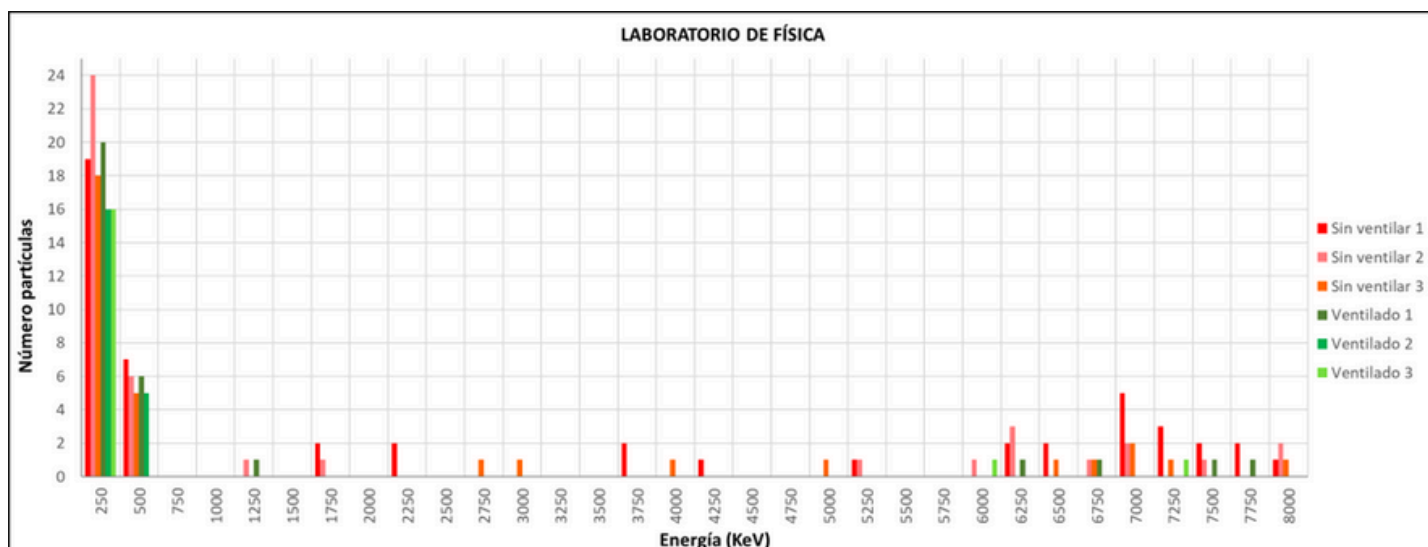

Figura 6. Gráfica del número de partículas alfa detectadas con cada valor de energía en el laboratorio de física
1. **Laboratorio de física (Figura 6).** Esta sala presenta el mayor número de partículas detectadas. El pico más alto se sitúa alrededor de los 7000 keV, con un conteo máximo que supera las 24 partículas. Esto se debe probablemente a la poca ventilación del espacio.